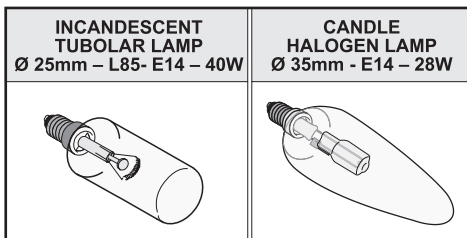

Fig.6B
• Remplacement des ampoules à incandescence/halogènes (Fig.6B):